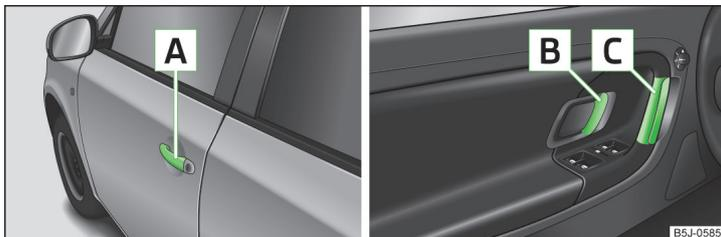

Fig. 29 Tirador/palanca de apertura de la puerta
► Desbloquear el vehículo y tirar del tirador [A] » fig. 29 de la puerta correspondiente.